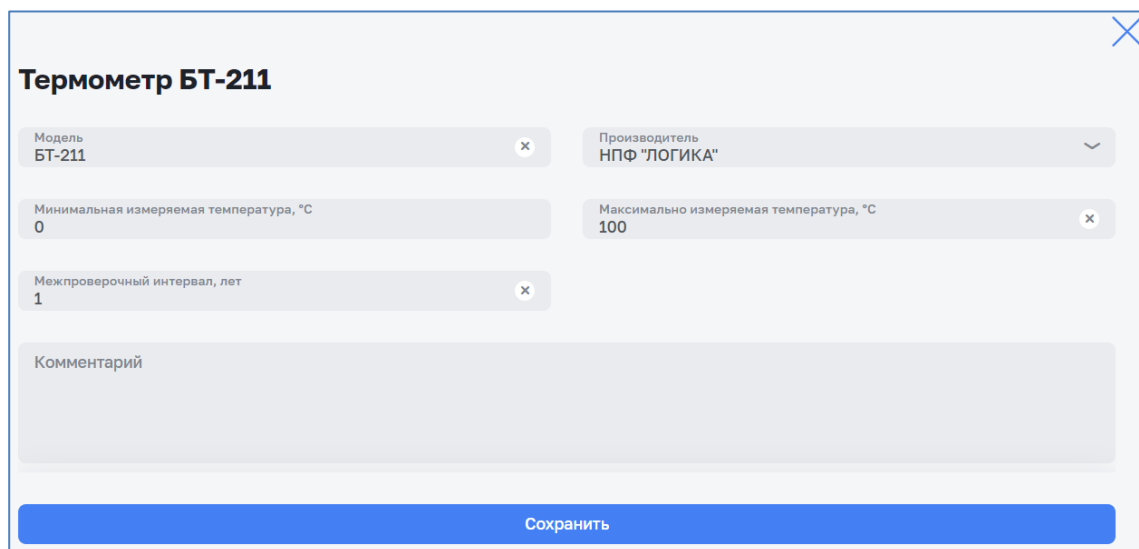

Рисунок 81 – Окно редактирования телекоммуникационного оборудования
- редактирования  (см. Рисунок 81).